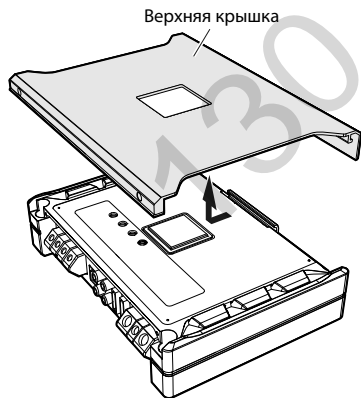

Рис. 2
2. Сдвиньте верхнюю крышку и поднимите ее, чтобы снять. (Рис. 2)